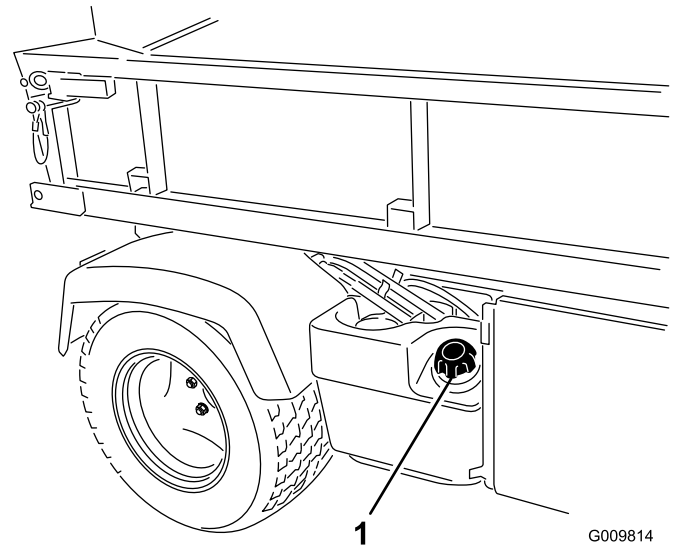

Figure 16
2. Enlevez le bouchon du réservoir de carburant (Figure 16).